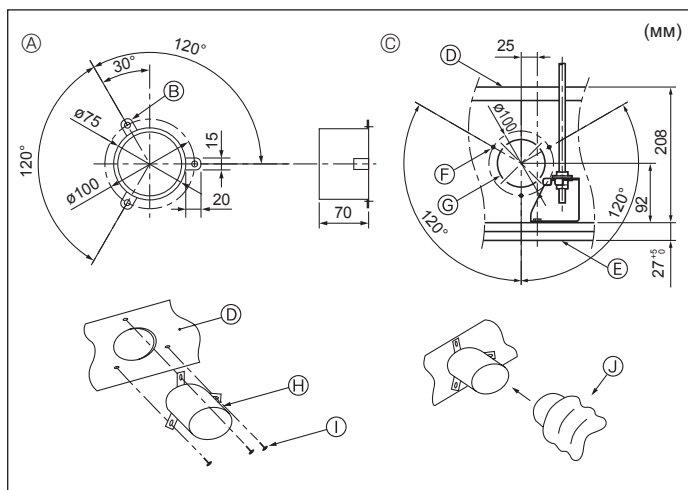

Fig. 2-3
2.3. Установка вентиляционного канала (при впуске свежего воздуха) (Fig. 2-3)